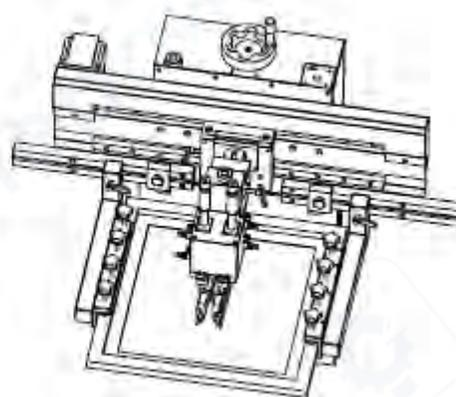
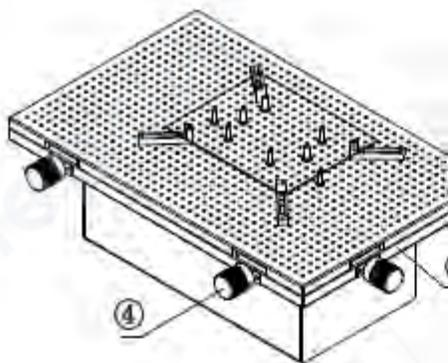

Рис. 5
Рис. 6
(1) Возьмите печатную плату (①) для печати и измерьте размеры отверстий для позиционирования, как показано на Рис. 5.
(2) Найдите в инструментальном ящике соответствующие штифты для позиционирования, подходящие по размеру к отверстиям на плате (③).
(3) Закрепите штифты для позиционирования на держателе штифтов (②).
(4) Установите держатель штифтов на рабочую платформу.
(5) Закрепите печатную плату на рабочей платформе, сопоставив отверстия платы с штифтами для позиционирования. При необходимости многократно поднимайте и опускайте стальную сетку для грубого совмещения. После завершения настройки зафиксируйте держатель штифтов.
(6) Ослабьте фиксирующую ручку (⑤) под рабочей платформой. Используйте три регулировочных винта (④) для точной настройки положения. Продолжайте регулировку, пока не будет достигнуто точное совмещение, затем зафиксируйте рабочую платформу, как показано на Рис. 6.
(7) Если печатается двусторонняя плата, установите прижимные опоры (штифты) под платой для предотвращения контакта с установленными компонентами, как показано на Рис. 6.